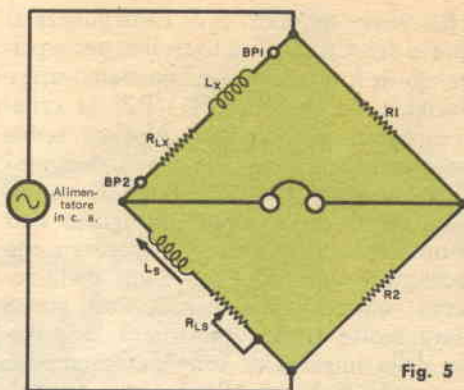

Fig. 5
**Misura delle induttanze** - L'induttanza può essere misurata mediante un'altra variazione del ponte di Wheatstone (fig. 5); questo circuito tuttavia viene usato raramente a causa delle difficoltà che si incontrano nel costruire induttanze variabili di alta qualità tarate con precisione.